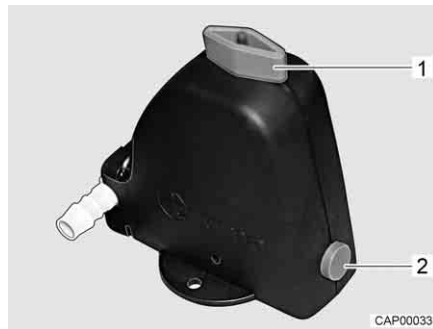

Bild 244 Säkerhets-/avtappningsventil (Truma)
- Säkerhets-/avtappningsventilen (Truma) stängs. Ställ vredet (Bild 244,1) diagonalt mot säkerhets-/avtappningsventilen och tryck in tryckknappen (Bild 244,2).